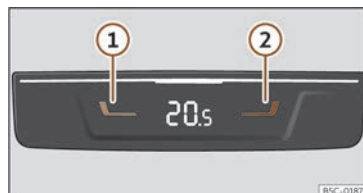

Fig. 118 Dans la partie arrière de la console centrale : commandes pour la banquette arrière.
- Appuyez sur les touches **①** et **②** >>> **fig. 118** pour régler la température de la zone arrière.